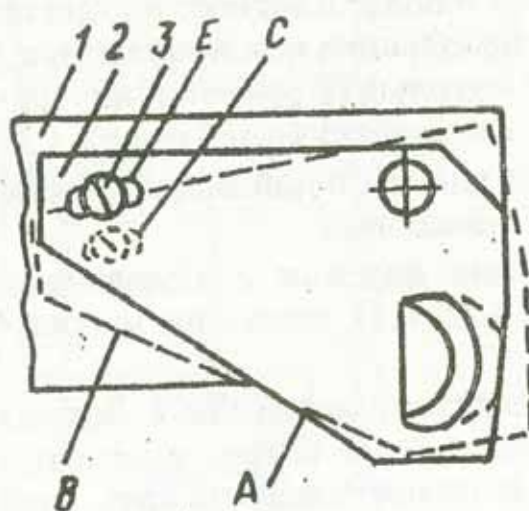

Рис.5. Схема расположения ограничителя двери (вид снизу):
5.8. Дверь холодильника открывается на 90° . При желании можно увеличить угол открывания двери до 120° . Для этого выверните винт 3 (рис.5), переведите ограничитель 2 в положение В, совместив отверстие Е с отверстием С в двери холодильника, и закрепите это положение ограничителя винтом. Одновременно с винтом переносится и имеющаяся под головкой винта шайба.